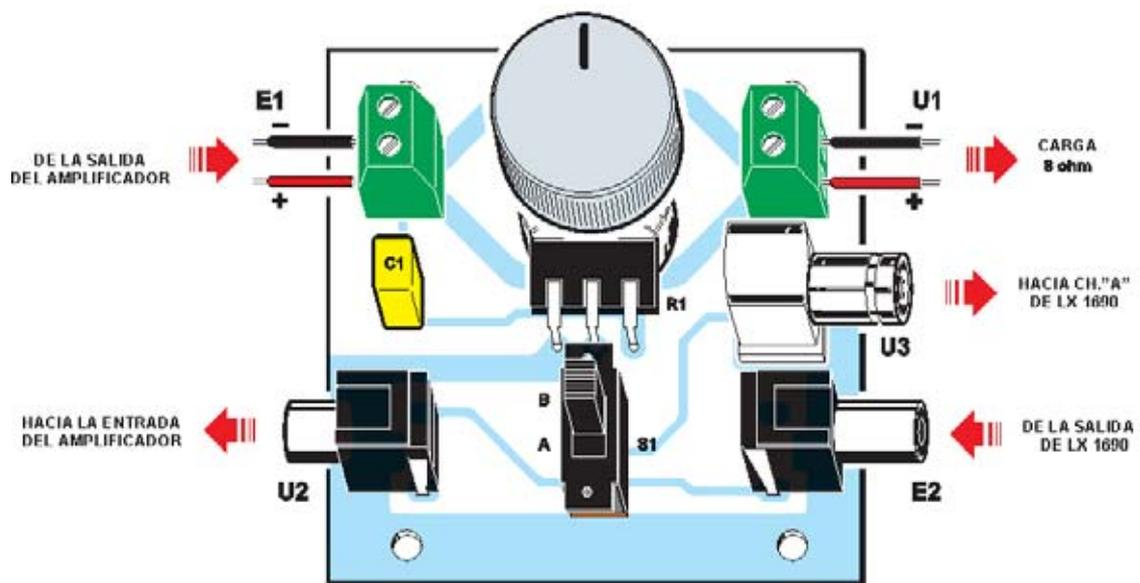

Fig.10 Esquema práctico de montaje de la tarjeta auxiliar LX.1729.
**LX.1729:** Todos los componentes necesarios para realizar la tarjeta auxiliar (ver Fig.10), incluyendo circuito impreso y cable **RG1.05** .....**27,00€**